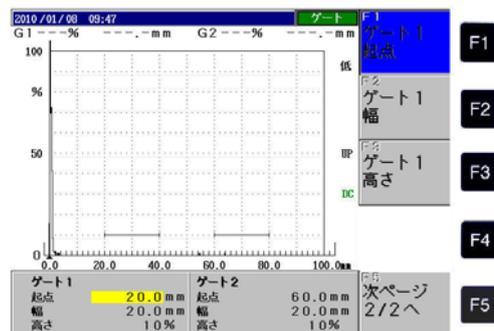

図2 ゲートの調整
(1) ゲートの調整
- ①初期画面は、ゲート1（黄色）とゲート2（紫）が表示されており、**3** DEF キーを押すとゲート1が、**6** MNO キーを押すとゲート2を調整することができる。
- ②ゲートの高さや位置を変えるには、例えば、**3** DEF キーを押すとゲート1の調整項目が右側に表示される。ゲート1の起点は **F1** を、幅は **F2** を、高さは **F3** を押して **↑** **↓** キーで変更することができる。（図2参照）